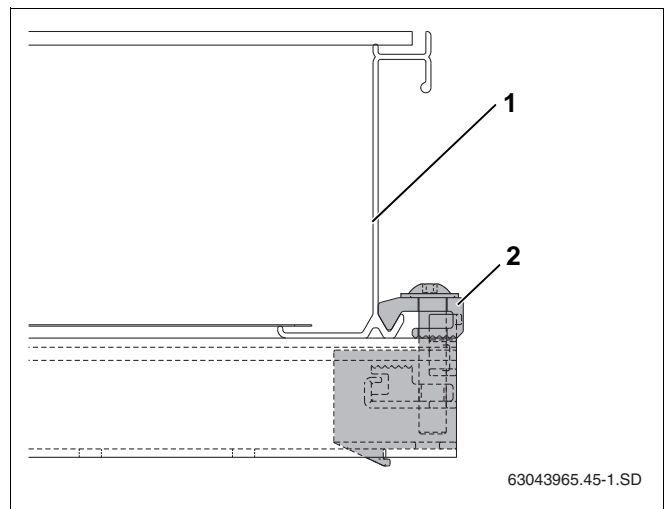

Fig. 47 Fastskruet ensidet opspændingsanordning
- ▶ Skub forsigtigt solfangeren (fig. 47, **pos. 1**) på den ensidede opspændingsanordning, og juster vandret.
- ▶ Skru den ensidede opspændingsanordning fast med nøgle SW5 (fig. 47, **pos. 2**).
Opspændingsanordningens nedholder (fig. 47, **pos. 2**) griber nu ind i den nederste solfangerkant.